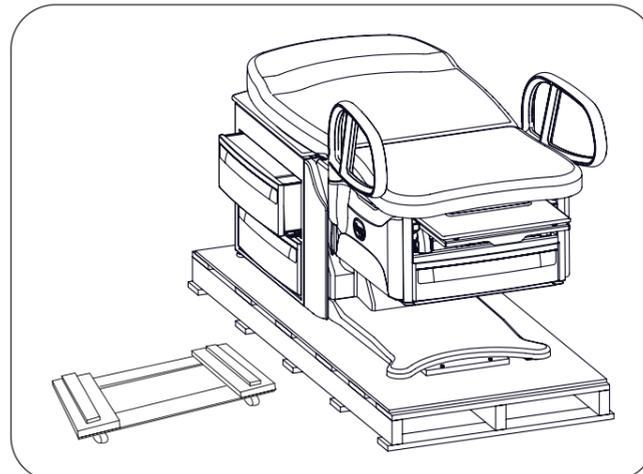

Figure 17. Chariot de meubles prêt pour la table
18. Positionnez le chariot à meubles près et perpendiculairement à la palette pour le transfert de la table (Figure 17).